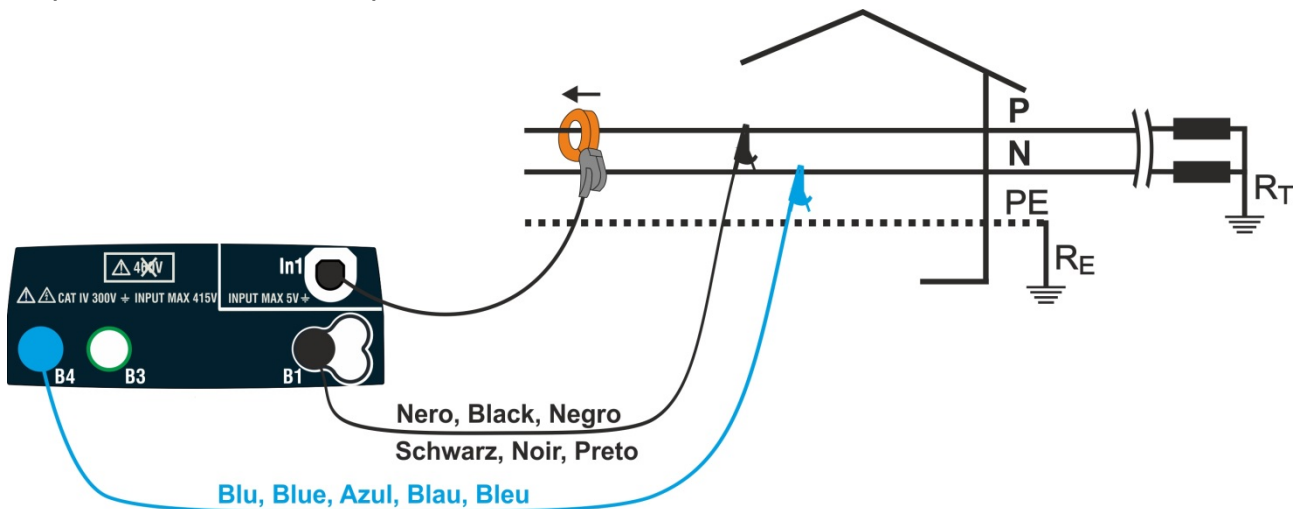

Fig. 42: Ligação para medição em sistema Monofásico
- **FS** → Esta tecla permite seleccionar a escala completa (FS) dos transdutores de braçadeira que podem ser utilizados com o aparelho. Estão disponíveis os seguintes valores: **1A, 5A, 10A, 30A, 40A, 100A, 200A, 300A, 400A, 1000A, 2000A, 3000A**
3. Inserir os conectores azuis e pretos dos cabos individuais nos terminais de entrada correspondentes do aparelho B4, B1. Inserir as pinças crocodilo correspondentes ou cabos de teste nas extremidades dos cabos que permanecem livres. Ligar as pinças crocodilo e os cabos de teste à fase P e N de acordo com as seguintes instruções Fig. 42 para medição de tensão em sistemas monofásicos. Ligar a pinça externa à entrada **In1** do aparelho e ao condutor de fase para sistemas monofásicos. A seta presente na pinça deve seguir a direção em que a corrente flui, normalmente do gerador para a carga, como mostrado na Fig. 42